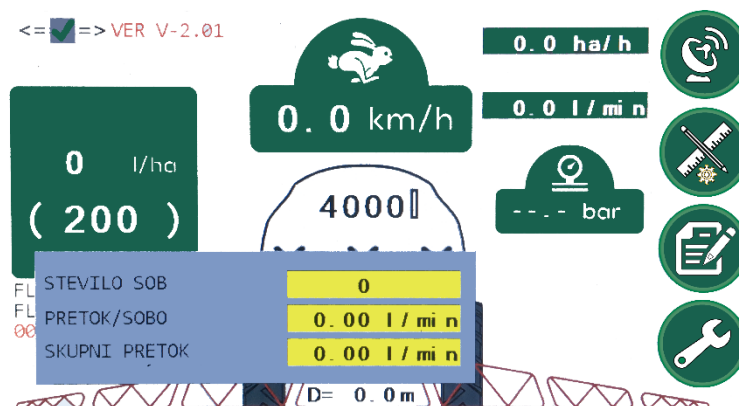

Bild 38
- Es öffnet sich ein Fenster, wo Folgendes überwacht werden kann: die Anzahl der aktiven Düsen, der Durchfluss pro Düse und der Gesamtdurchfluss der aktiven Düsen (Bild 38).